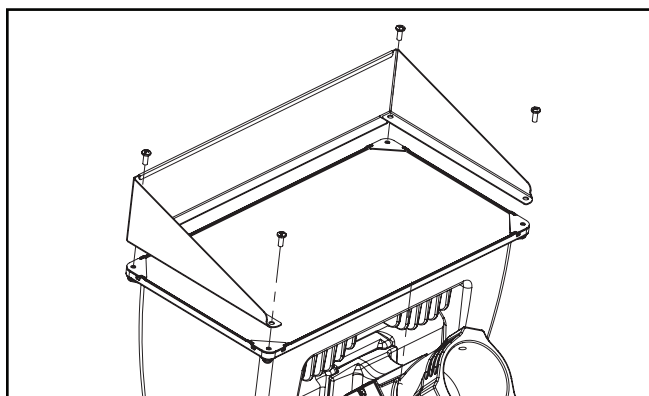

Figure 8.
## Visière (Figure 8).
1. Desserrez et retirez les quatre (4) vis à tête cruciformes 10-24 situées sur la face du luminaire et conservez-les.
2. Alignez la visière sur le dessus des pinces de lentille avec les quatre (4) trous existants. (Figure 8.)
3. Serrez à nouveau les quatre (4) vis à tête cruciforme 10-24 de l'étape 2 à la face du luminaire.